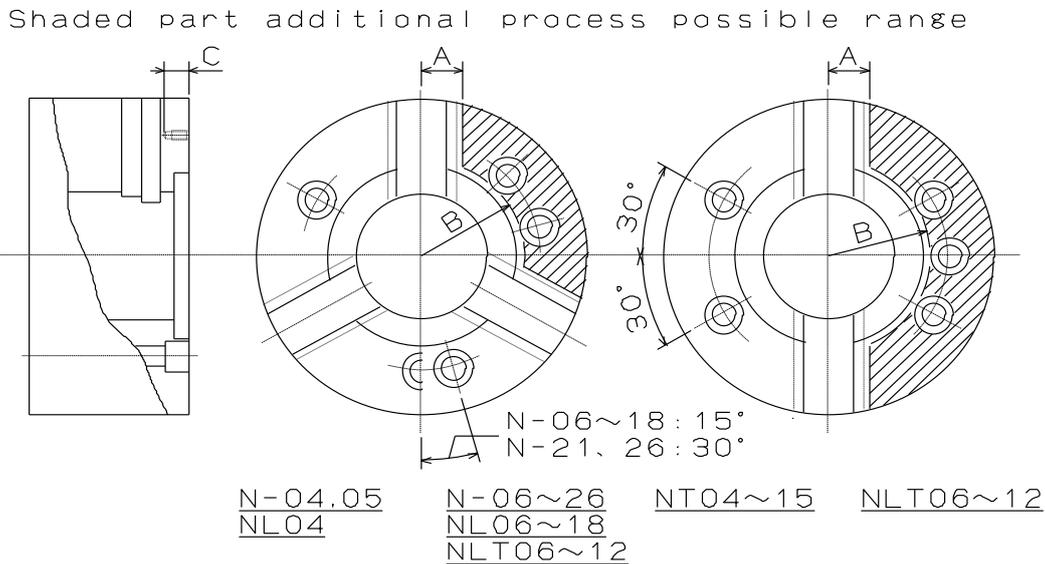

図 18
- ・ チャックボデー表面にロケータや治具を取付ける場合は、図 18 に示す追加工範囲内に穴明けを行ってください。